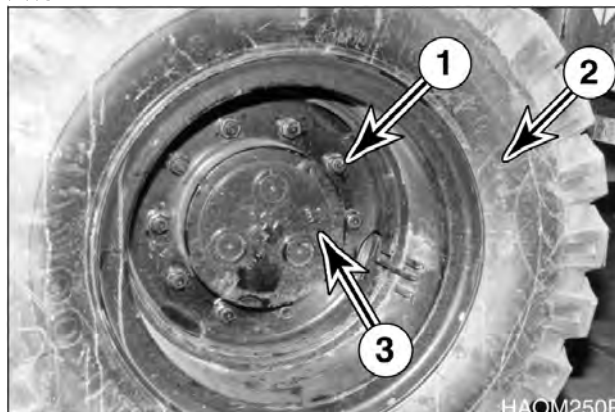

Рис. 111
5. Снимите колесные гайки (1, рис. 111) и наружную шину в сборе (2) со ступицы (3). Осмотреть гайки и шайбы на наличие повреждений и износа. Заменить при необходимости.